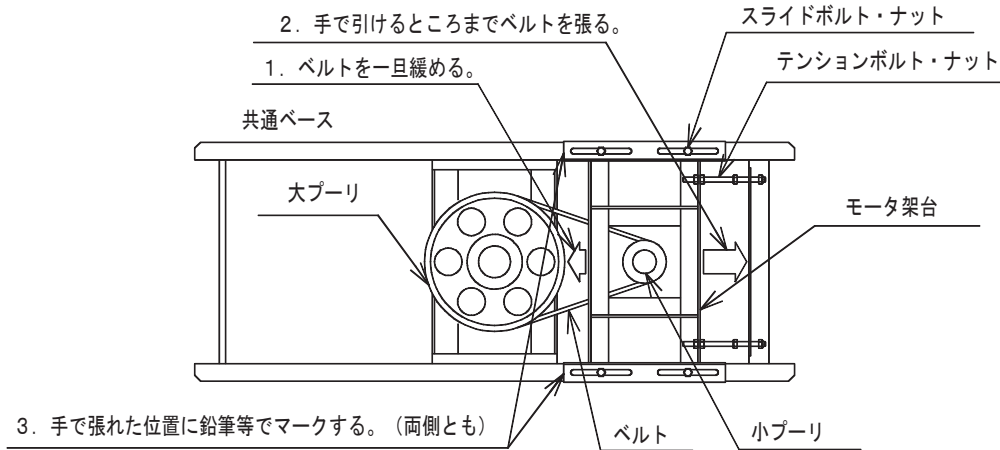

図 11-1 ベルトの張り調整
- c. スライドボルト・ナットをゆるめてください。(図 11-1 参照)
- f. ベルトの張りが適正範囲になるようにベルト調整を行ってください。(図 11-1 項参照)